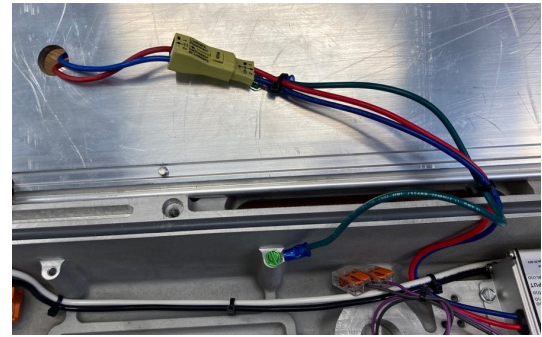

Figure 3. Acheminement des fils du moteur DEL DLLA2
5. Repérer et retirer l'attache de câble utilisée pour fixer le câblage d'entrée du moteur DEL (voir figure 3). Faire attention en retirant l'attache de câble afin de ne pas endommager les fils.